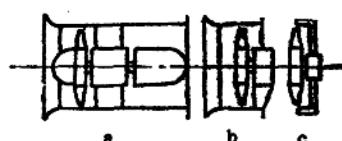

图 1-18 轴流通风机按结构类型分类
1. 按结构类型分类——如图1-18所示。矿井中一般使用筒式通风机。